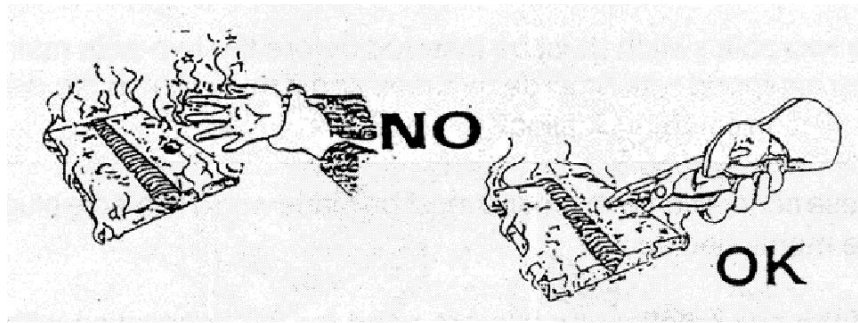

Рис. 9
- Не прикасайтесь ни какими частями вашего тела к горячим металлическим деталям (рис.9).